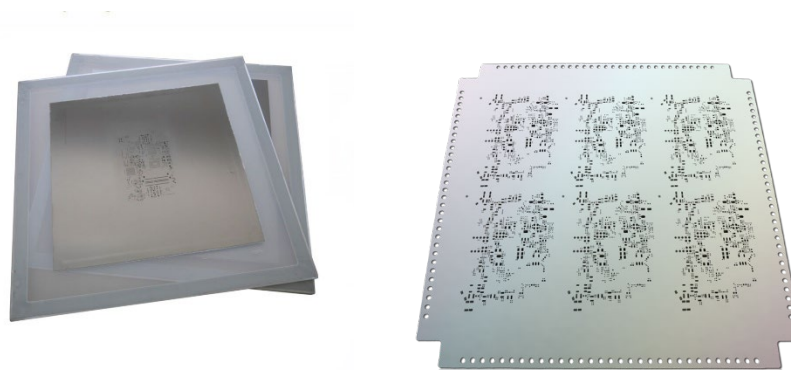

Figure 15 Masque avec cadre (gauche)6 et sans cadre, mais avec trous de tenseurs (droite)7
- d) Avec ou sans cadre : Pensez à commander le stencil dans un format adapté au circuit imprimé bien entendu, mais surtout adapté à la machine qui servira à l'impression de la pâte d'étain, avec ou sans cadre, avec ou sans trou de tenseurs (Figure 15). Pour bien fonctionner, il faut tendre le pochoir. Les appareils d'épandage d'étain peuvent avoir des cadres ajustables. Il faut alors prévoir des trous dans le pochoir pour permettre au cadre de support de s'accrocher.